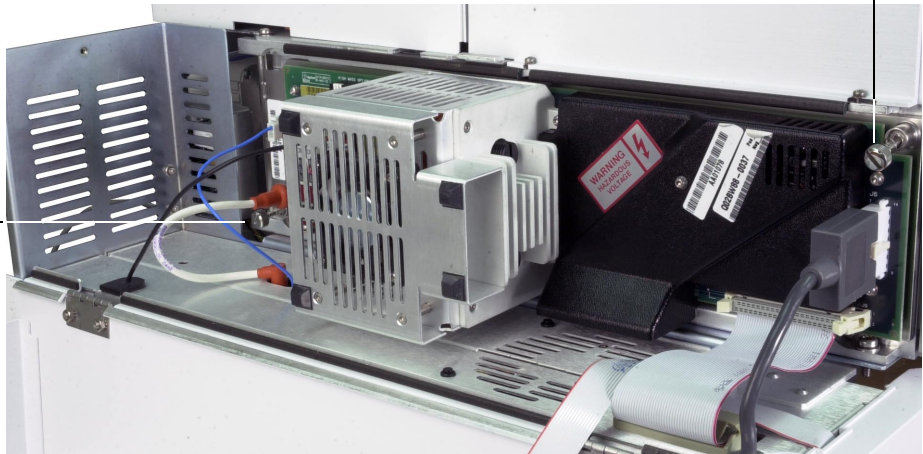

図 25 サイドプレートのつまみねじ
- 8 サイドプレートのつまみねじを指で締めます (図 25)。